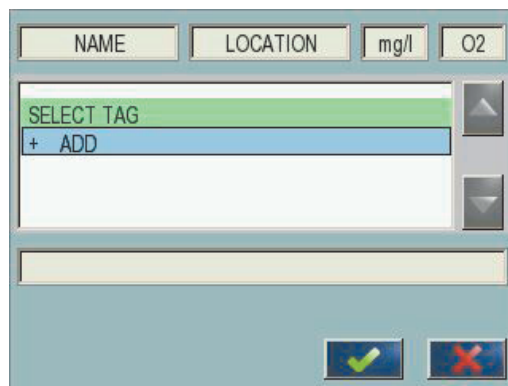

図 49 式エディタのメイン メニュー
2. 式エディタのメイン メニューが表示されます (図 49)。テキスト フィールドを軽くたたき、[名前]、[場所]、[単位]、[パラメータ]、および [式] を編集します。